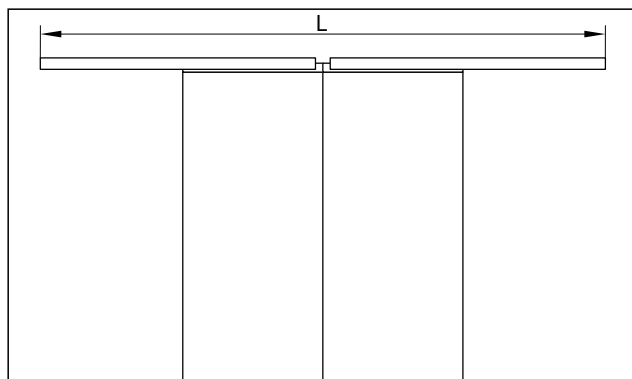

Рис. 5 Общий вид настенного монтажа
1. Обрежьте крепежный кронштейн с обеих сторон таким образом, чтобы его длина была равна длине L (рис. 5).